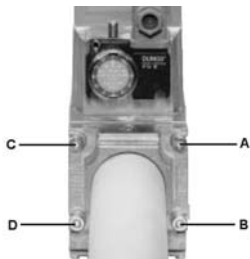

Рис. 12
3. Затянуть винты A, B, C и D (Рис. 10 - Рис. 12), соблюдая дистанции монтажа (Рис. 14);